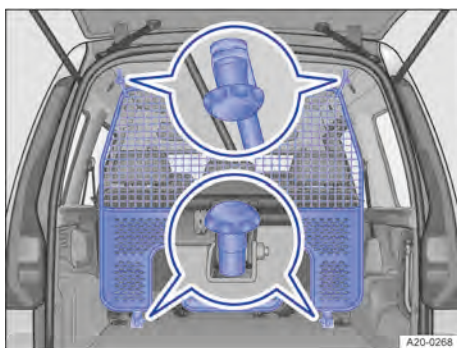

Abb. 154 Im Laderaum: Verstellbare Trennwand hinter der zweiten Sitzreihe.
3. Verstellbare Trennwand an den hinteren Befestigungspunkten im Dach festschrauben → Abb. 154.
4. Verstellbare Trennwand an den unteren Verankerungen festschrauben → Abb. 154.
3. Verstellbare Trennwand an den vorderen Befestigungspunkten im Dach festschrauben → Abb. 154.
1. Verstellbare Trennwand an den unteren Verankerungen losschrauben → Abb. 154.
2. Verstellbare Trennwand an den Aufnahmen im Dach losschrauben → Abb. 154.